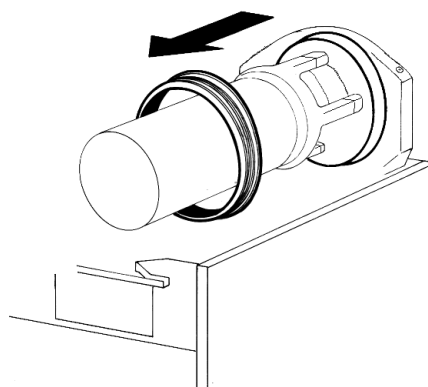

figura 9
- 4 - Quitar de su alojamiento la junta del contenedor (ver figura 9).
- 3 - Armar de nuevo el grifo sobre el contenedor siguiendo la secuencia inversa a la detallada para el desmontaje (ver figura 9).